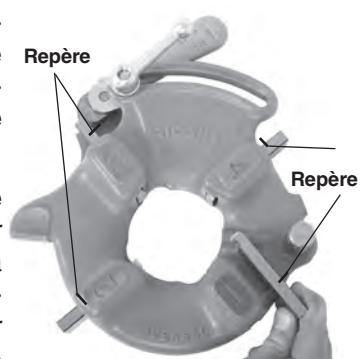

Figure 7 – Installation des filières
6. Introduisez les filières appropriées dans la tête de filière avec le rebord chiffré en haut, jusqu'à ce que leur repère arrive à fleur de la tête de filière (Figure 7). Les chiffres des filières doivent correspondre avec ceux des logements de la tête de filière. Changez systématiquement les filières.